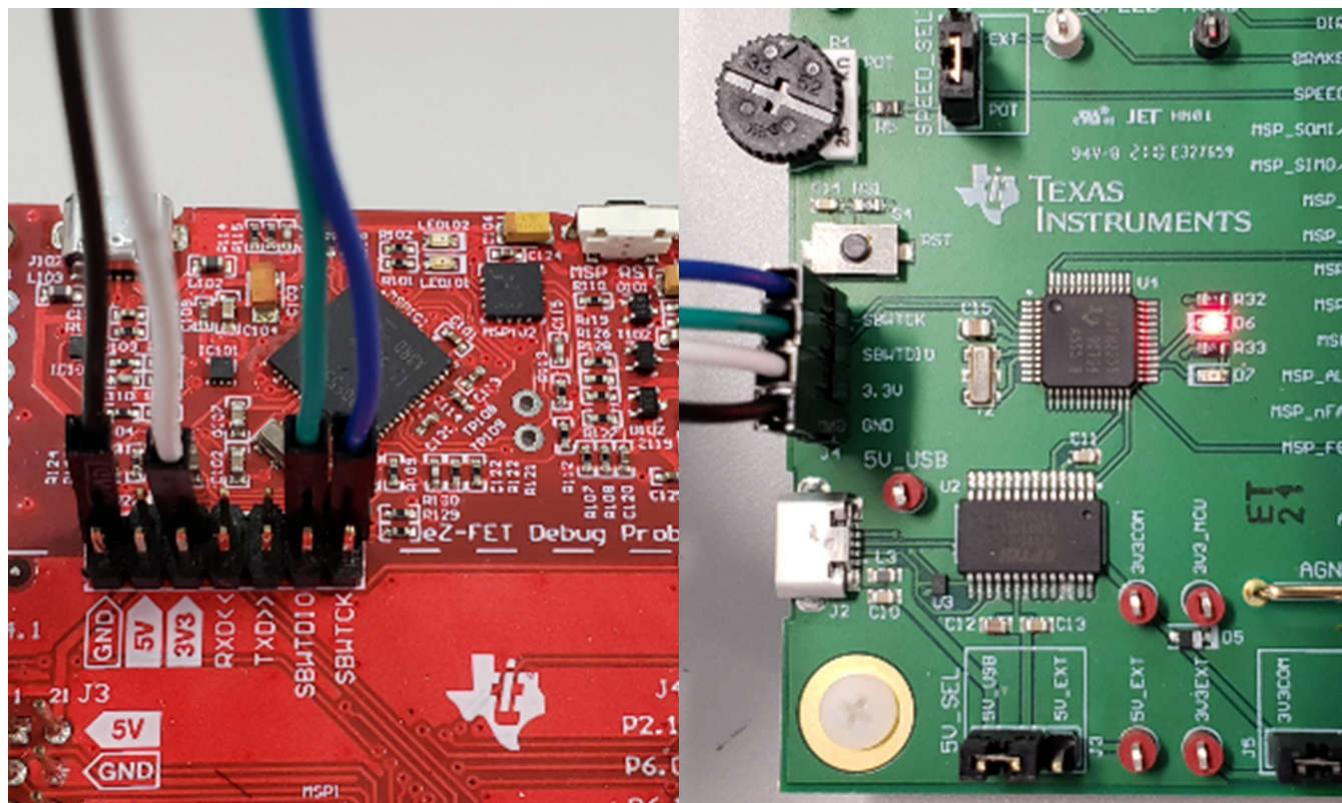

图 3-3. MSP430 LaunchPad LaunchPad™ 开发套件 eZ-FET 调试探针连接到 MSP430FR2355
2. 将 LaunchPad 开发套件 eZ-FET 侧的顶部引脚 GND、3V3、SBWTDIO 和 SBWTCK 信号连接到 MCF8329HSRRYEV 基板上的 J5 上的相应引脚，如表 3-1 和图 3-3 所示。